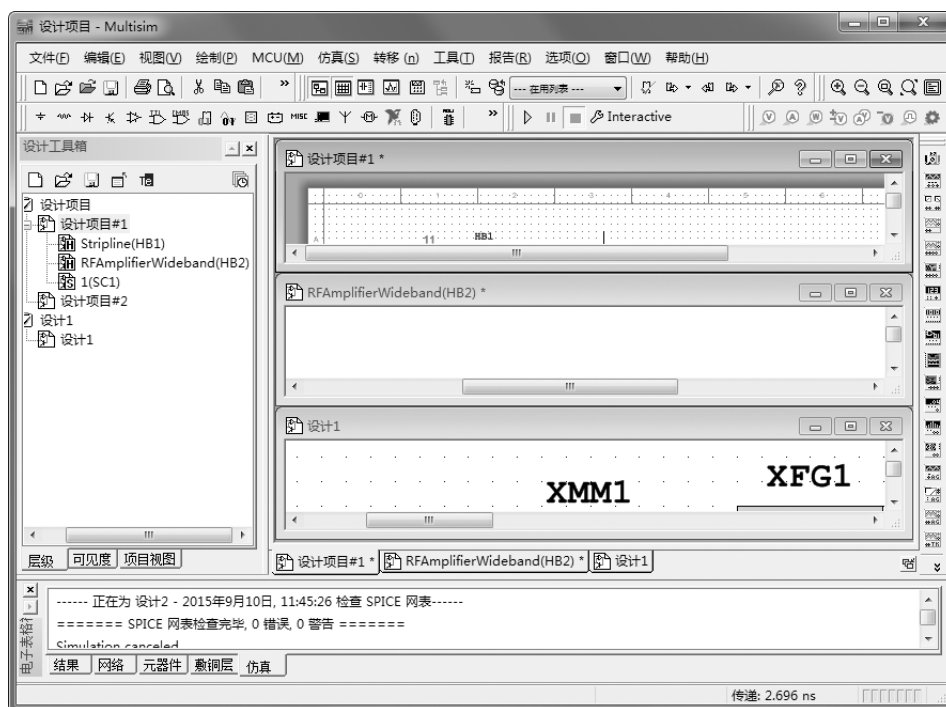

图 1-57 窗口水平平铺显示
5) 水平平铺窗口。选择菜单栏中的“窗口”→“横向平铺”命令，即可将当前所有打开的窗口水平平铺显示，如图 1-57 所示。